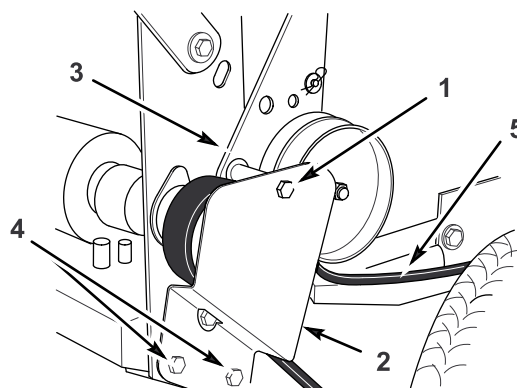

Figura 47
- Retire el perno superior que fija los soportes de la polea tensora al bastidor trasero (Figura 47).
- Afloje los dos tornillos de montaje inferiores lo suficiente para que la correa pueda pasar entre la polea de transmisión y el soporte de la polea tensora (Figura 47).
- Coloque el perno superior que fija los soportes de la polea tensora al bastidor trasero (Figura 47).
- Apriete los dos tornillos de montaje inferiores lo suficiente para que la correa pueda pasar entre la polea de transmisión y el soporte de la polea tensora (Figura 47).